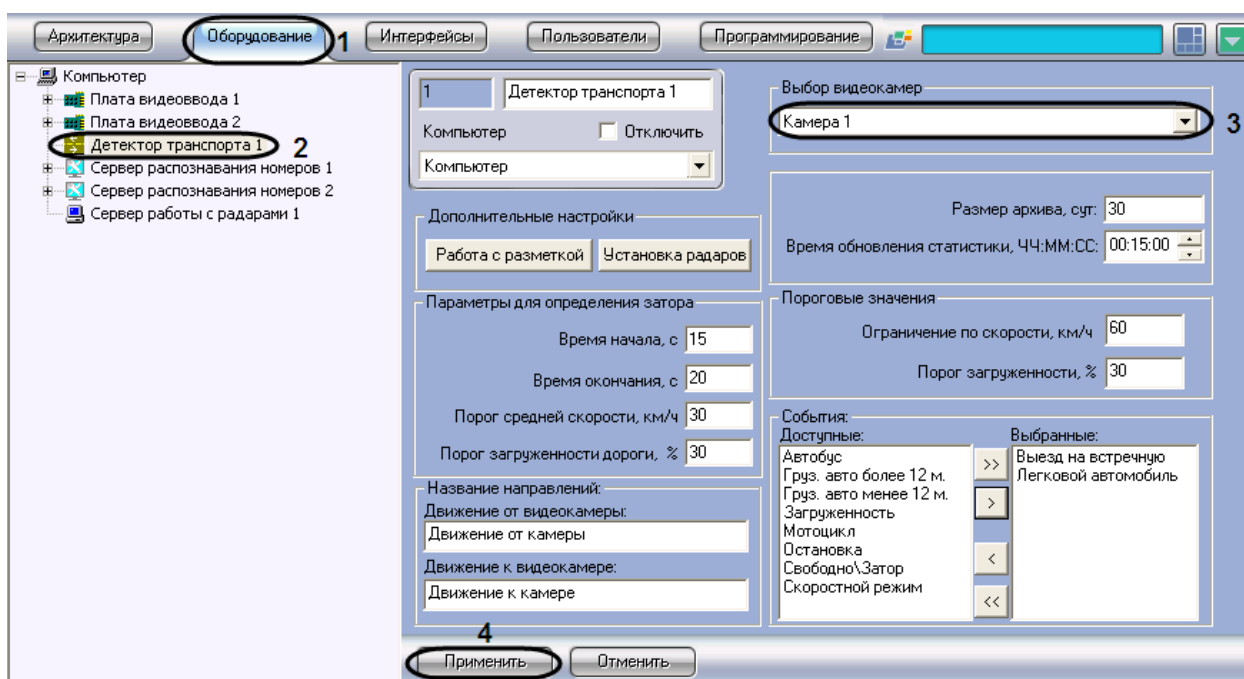

Рис. 7.4-1. Выбор объекта «Камера» для совместной работы с программным модулем «Детектор транспорта»
1. В диалоговом окне «Настройка системы» перейти на вкладку «Оборудование» (см. Рис. 7.4-1, 1).
2. В дереве объектов на вкладке «Оборудование» выбрать объект «Детектор транспорта», соответствующий настраиваемому программному модулю «Детектор транспорта» (см. Рис. 7.4-1, 2). В правой части вкладки «Оборудование» отобразится панель настройки выбранного объекта.
3. Выбрать видеокамеру из списка всех объектов «Выбор видеокамер» в системе (см. Рис. 7.4-1, 3).
4. Нажать кнопку «Применить» (см. Рис. 7.4-1, 4).